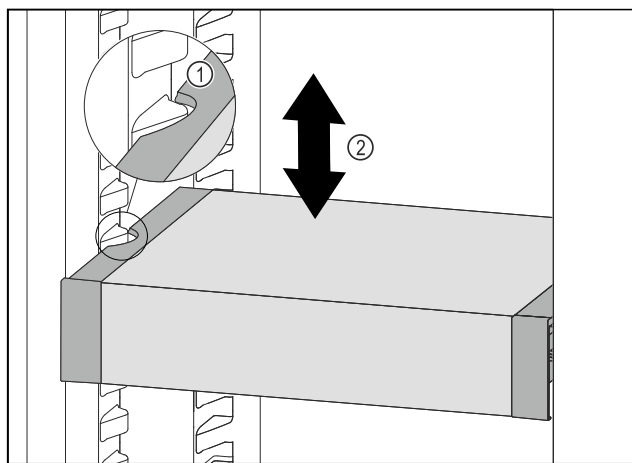

Fig. 111
- 向前移动 VarioSafe，直到 VarioSafe 两侧的凹槽与冷藏区中的容器肋梁持平。 Fig. 111 (1)
- 在冷藏区中向上或向下移动 VarioSafe，直至所需高度。 Fig. 111 (2)